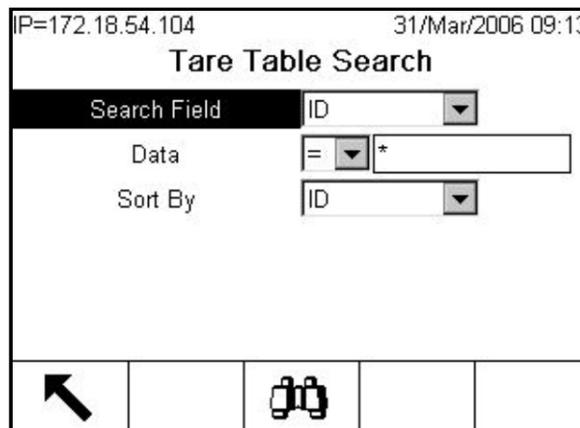

Figura C-10: Schermata Tare Table Search (Ricerca tabella tara)
1. Premere il soffkey TABELLA TARE ↵ per visualizzare la schermata di ricerca come mostrato in Figura C-10.